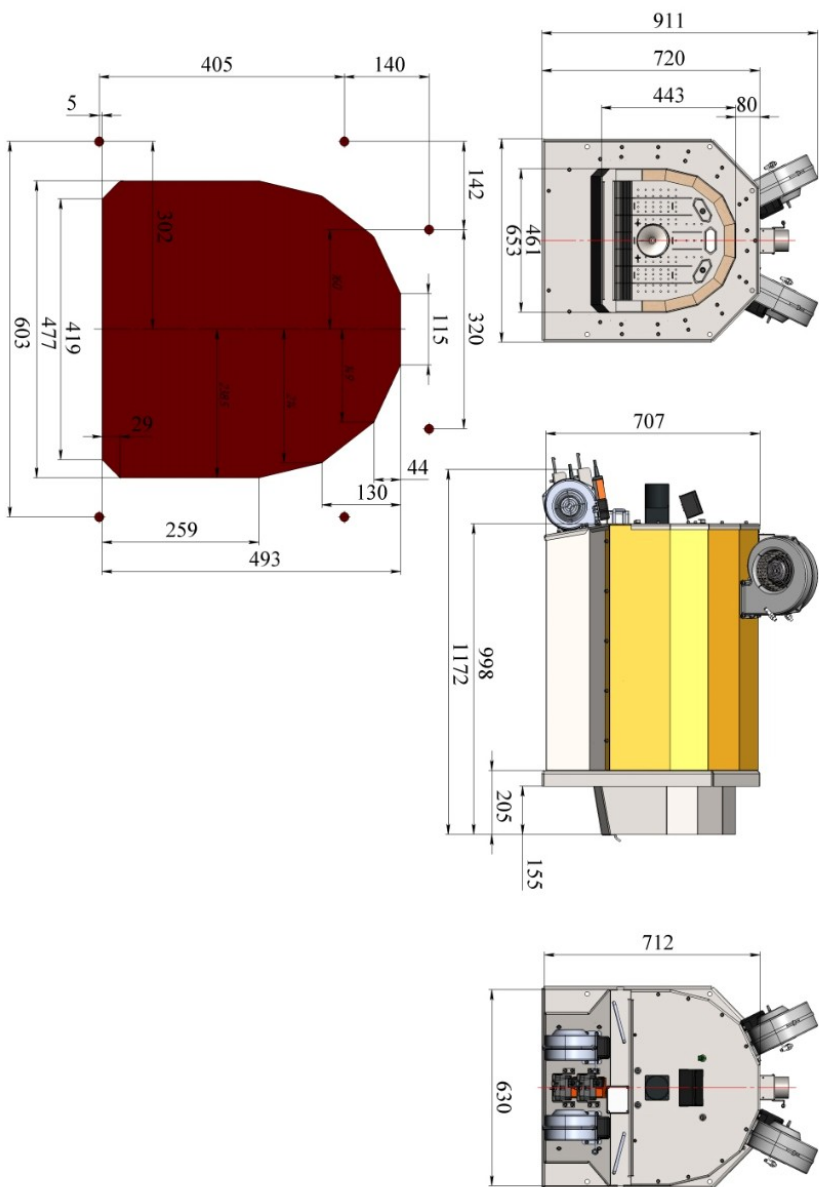

Рис. 3 Габаритные и присоединительные размеры pelletной горелки KVT Optima R 500 кВт.
- 2) Согласно схеме на Рис.3 выполнить монтажные отверстия в штатной дверце котла, если в комплекте поставки не предусмотрена дополнительная дверца горелки.